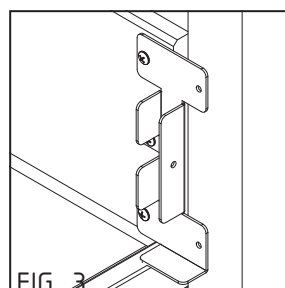

FIG. 3
3. Appoggiare gli elementi fermapiedi corti (3.1) all'interno del trabattello, con l'alloggiamento per la tavola lunga rivolto verso l'interno (FIG. 3).